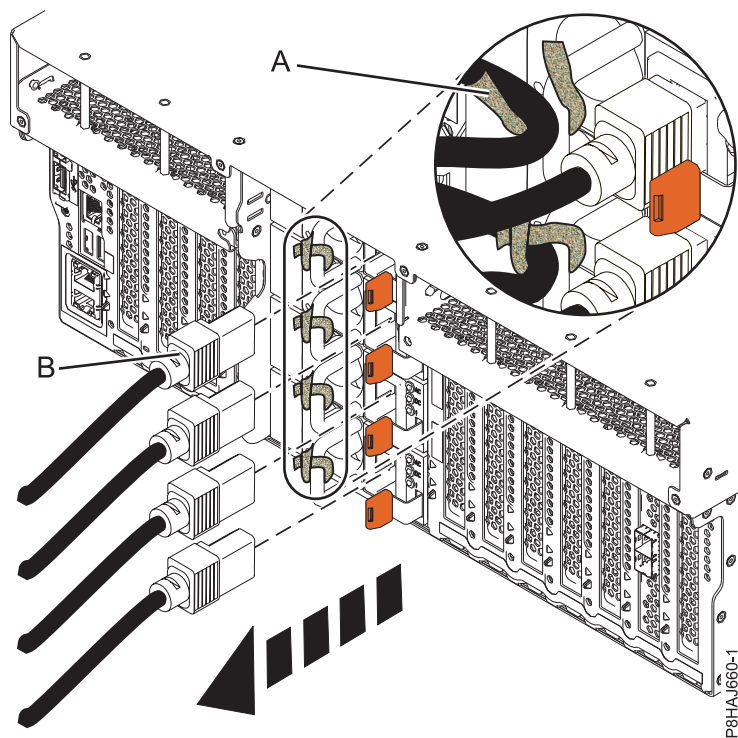
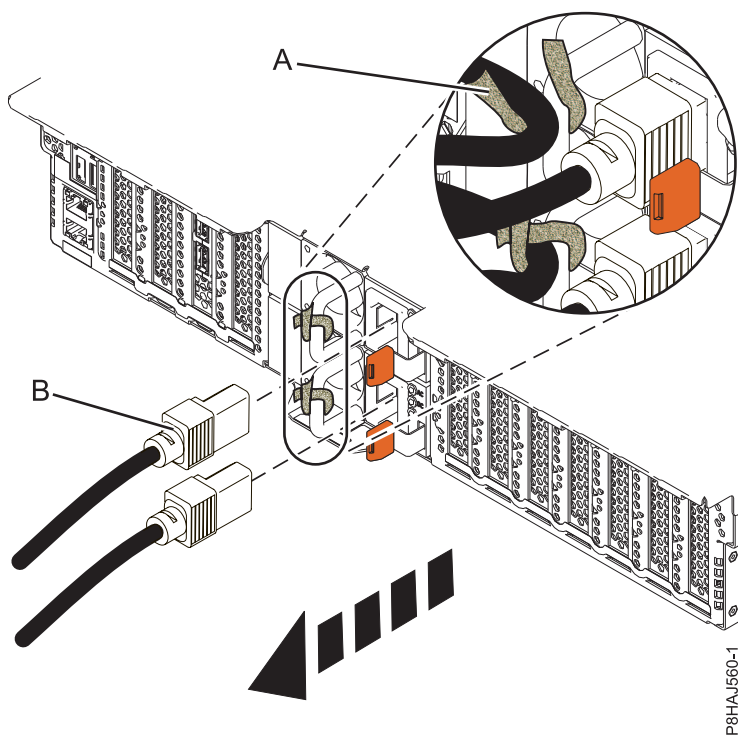
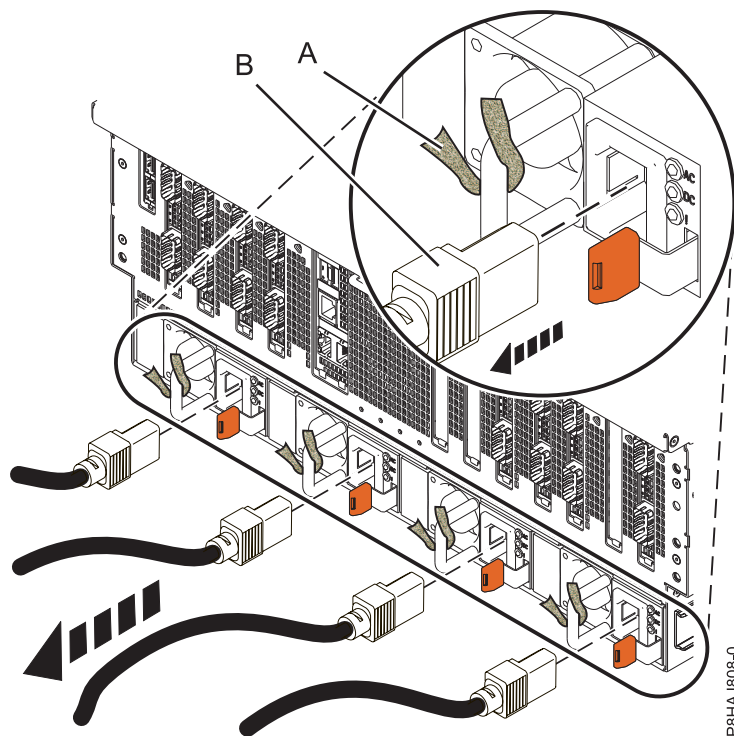

図 46. 8247-42L、8286-41A、または 8286-42A システムからの電源コードの取り外し
図 47. 5148-21L、5148-22L、8247-21L、8247-22L、8284-21A、または 8284-22A システムからの電源コードの取り外し
図 48. 8408-44E または 8408-E8E システムからの電源コードの取り外し
3. 電源コード **(B)** をシステム装置から切り離します。ご使用のシステムのタイプに応じて、104 ページの図 46、104 ページの図 47、または 105 ページの図 48を参照してください。